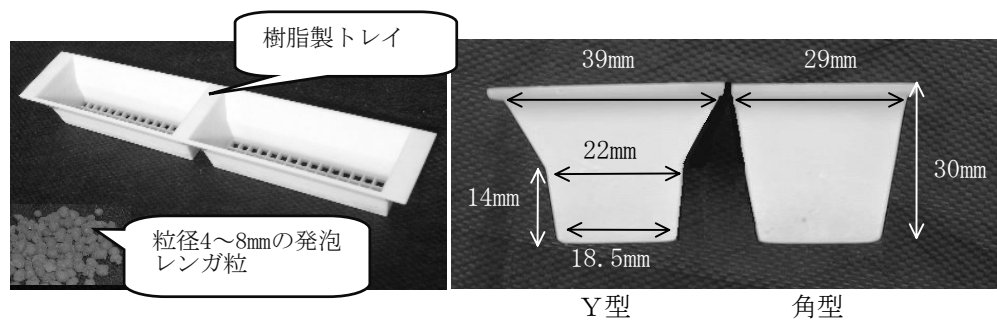

図2 水耕ネギの新栽培方式に用いた発泡レンガ粒とトレイ
- 1) トレイ断面の形状は、内寸が底面幅 18.5mm、底面から 14mm 上部の幅 22mm、上面幅 39mm、すなわち、底面から 14mm の位置から上面に向かって約 60 度に広げた Y 型が適する（図 2）。収穫はトレイごとに行い、トレイから下に伸びた根を切断した後、ネギを引き抜くことにより、Y 型では、引き抜く力が慣行よりも小さくなる（表 1）。角型では、慣行よりも大きな力を要する。